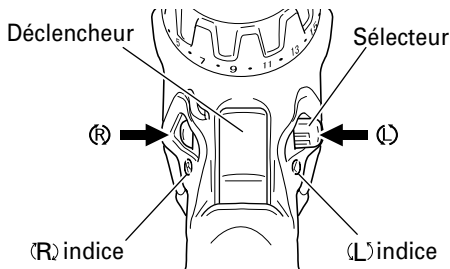

Fig. 8
La mèche tourne dans le sens horaire (vu de l'arrière) quand on appuie sur le côté-R du sélecteur. En appuyant sur le côté-L du sélecteur la mèche tourne dans le sens anti-horaire (Voir Fig. 8). (Les repères (L) et (R) sont marqués sur le corps).